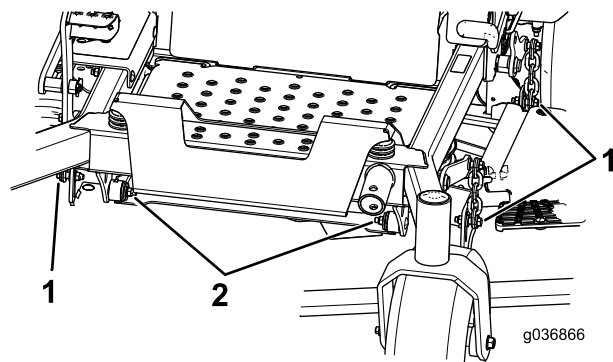

Figure 87
7. Enlevez et conservez les boulons et écrous de chaque côté de la machine (Figure 87).